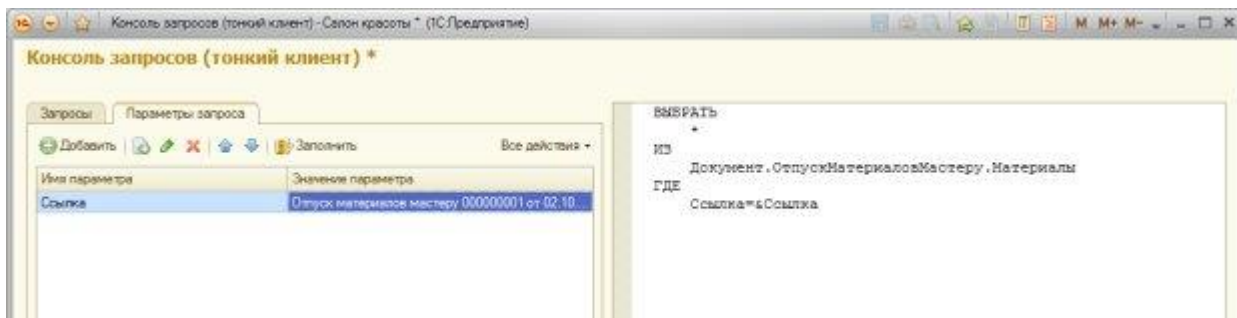

Рисунок 14.2- Настройка параметра запроса
6. Для того, чтобы задать параметр запроса в консоли запросов, перейдем на вкладку **Параметры запроса**, нажмем на кнопку **Заполнить**, после чего в поле **Значение параметра** выберем нужное его значение, в нашем случае – это будет один из документов **ОтпускМатериаловМастеру**, Рисунок 14.2.